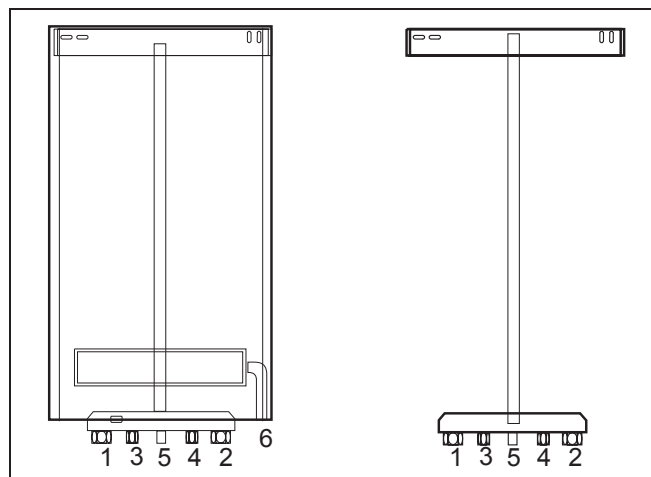

Fig. 6 Staffa di premontaggio, collegamenti
- Montare la parte inferiore della struttura portante utilizzando la striscia distanziale di plastica (vedi fig. 6).
Per ridurre il rischio di furto dell'apparecchiatura negli stabili in costruzione ed in altri luoghi non custoditi, e' possibile fare uso di una dima di premontaggio che consente di predisporre i collegamenti senza l'apparecchio, la cui installazione puo' essere rimandata ad una fase successiva. La struttura portante di premontaggio puo' essere ordinata in anticipo presso Tata S.p.A. (fig. 6) **art. 1.152.001.**
- Collegare l'apparecchio alla parte inferiore della struttura portante (fig. 6).
Le misure d'accoppiamento sono indicate nel paragrafo 7. Quando si applica la dima di pre-montaggio (art. 1.152.001) si ha la possibilità di predisporre le tubazioni del riscaldamento, del sanitario e del gas prima d'installare la caldaia (fig. 6).